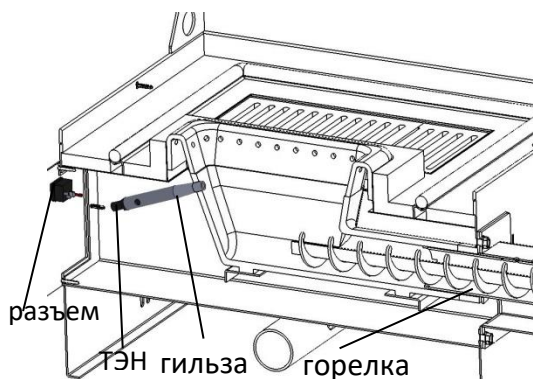

Рис. 7
- в) Авторозжиг топлива (Конструктивные изменения, заказывается при приобретении котла) (Рис.7).
- г) GSM модуль.(Рис.7).